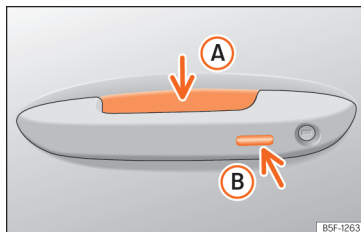

Fig. 73 Manípulo da porta: superfícies sensoras.
»» **Fig. 73**
- Toque na superfície sensora »» **Fig. 73 Ⓑ** situada no lado exterior do manípulo da porta. Todos os indicadores de direção piscam *uma* vez.
- Antes de passarem 5 segundos, toque uma vez no sensor do lado exterior do manípulo da porta »» Fig. 73 (B). Ao fazê-lo, não agarre o manípulo. O sistema Keyless Access fica desativado temporariamente.